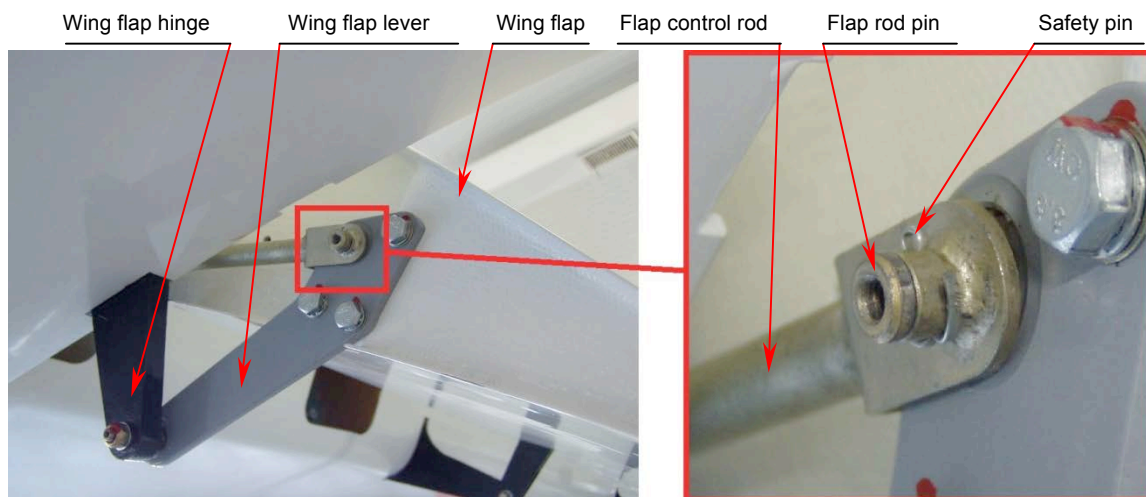

Fig. 5 Liaison de la commande du volet
5. Connecter le levier du volet sur la charnière de l'aile. Connecter la bielle de commande du volet avec son axe et sa goupille. Durant cette opération la commande des volets dans le cockpit doit être dans la position la plus en arrière et le volet doit être abaissé au maximum. (Fig. 5).
4. Déconnecter la commande de volet. Déconnecter le levier du volet de la charnière de l'aile (Fig. 5).